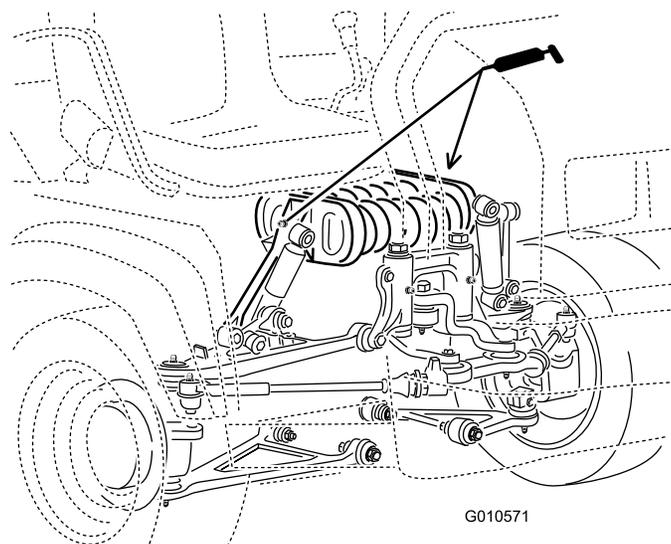

Рисунок 39
- Стойка рессоры(2) (Рисунок 39)